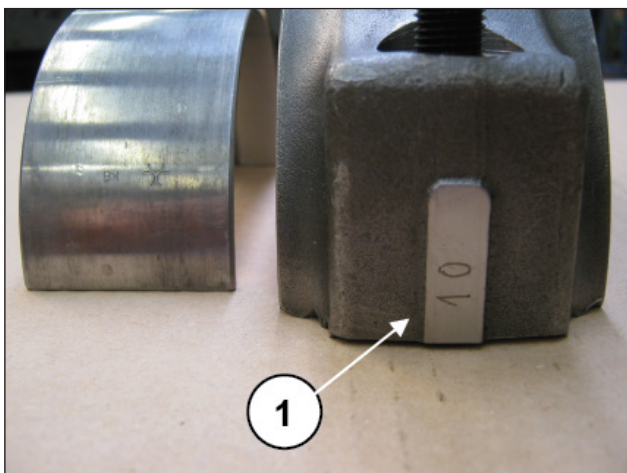

图 30
为了避免可能出现的错误，连杆帽和半连杆在一侧有编号①，图 30)。